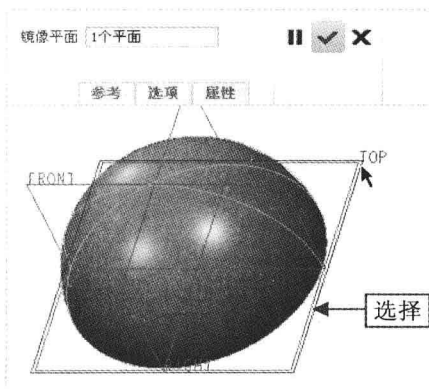

图 10-60 选择镜像平面
Step 03 弹出“镜像”选项卡，在绘图区选择 TOP 基准平面作为镜像平面，如图 10-60 所示。